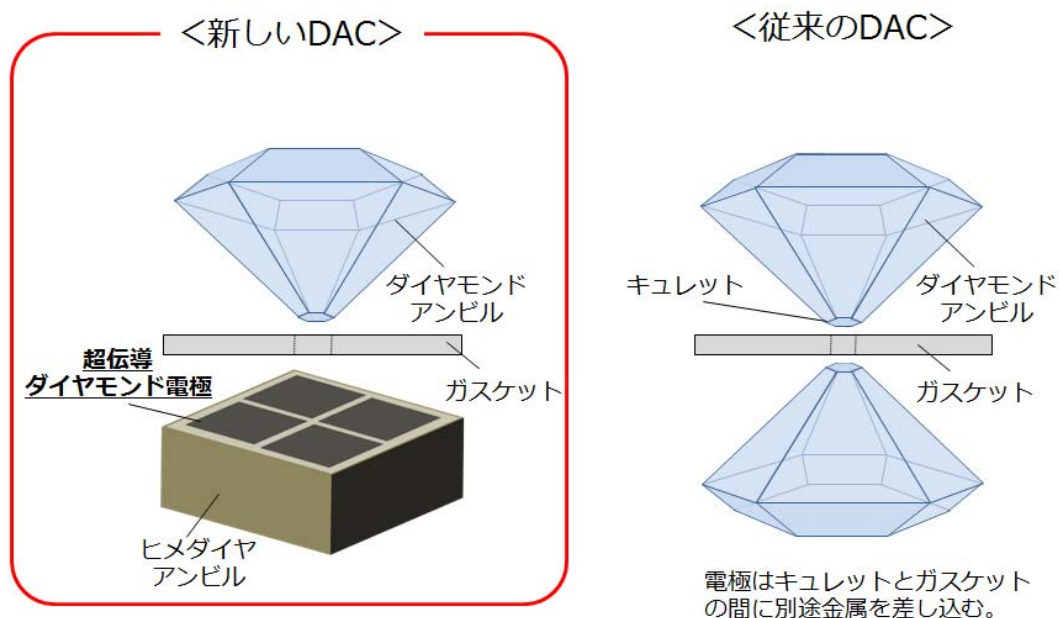

図1. ダイヤモンドアンビルの構造。
2. 一般的な DAC は図1の右に示すように、対向する二つのダイヤモンドのキュレット面を押しつけることにより高圧力を発生させる装置です。より高い圧力を発生させるためには、より小さなキュレットをもつダイヤモンドを用いる必要があります。数十万気圧の超高圧を発生させるためには、直径400ミクロン程度の小さなキュレットを用います。このため、サンプルの大きさは100ミクロン程度となり、作業はとて難しくなります。百万気圧以上の高い圧力発生ともなれば、サンプルサイズもさらに小さくなり、もはや電極を手で取り付けるのは困難を極めます。
3. そこで、超伝導ダイヤモンド電極を電子線リソグラフィ法⁵を用いてアンビル上に微細加工しました。リソグラフィを用いて電極を作製するためには、平板状のダイヤモンドが好都合であるため、平板状のダイヤモンドとキュレットを備えたダイヤモンドとを組み合わせ、図1の左図のような新しい形状のダイヤモンドアンビルセルを考案しました。
一般的なダイヤモンドアンビルセルは、図1の右に示すように、対向する二つのダイヤモンドのキュレット面を押しつけて高圧力を発生させる装置です。キュレットとは、指輪につけられたダイヤモンドでいうと、裏面のとがった方の面のことです。より高い圧力を発生させるためには、より小さなキュレットをもつダイヤモンドを用いる必要があります。このことは、普通の靴のかかとで踏まれるより、細いハイヒールで踏まれた方が痛いことから容易に想像がつくと思います。実際、数十万気圧の超高压を発生させるためには、直径 400 ミクロン程度の小さなキュレットを用います。このため、サンプルの大きさは 100 ミクロン以下となり、作業はとて難しくなります。さらに高い圧力を発生させるためには、サンプルサイズももっと小さくなり、もはや電極を手で取り付けるのは至難の技です。
そこで、超伝導ダイヤモンド電極を電子線リソグラフィ法によりアンビル上に微細加工することに着目しました。リソグラフィを用いて電極を作製するためには、平板状のダイヤモンドが好都合であるため、平板状のダイヤモンドとキュレットを備えたダイヤモンドを組み合わせ、図1の左図のような新しい形状のダイヤモンドアンビルセルを考案しました。